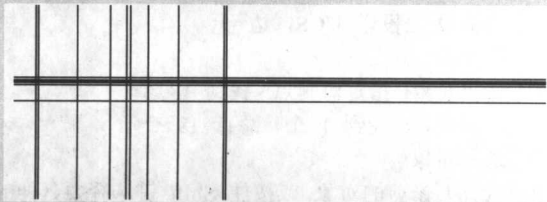

图 1-39 绘制退刀槽和倒角垂直线
(4) 使用“偏移”命令将左边第 4 条垂直辅助线向右偏移 3，把最外侧的两条垂直辅助线分别向内偏移 2，得到图 1-39 所示的退刀槽和倒角垂直辅助线。